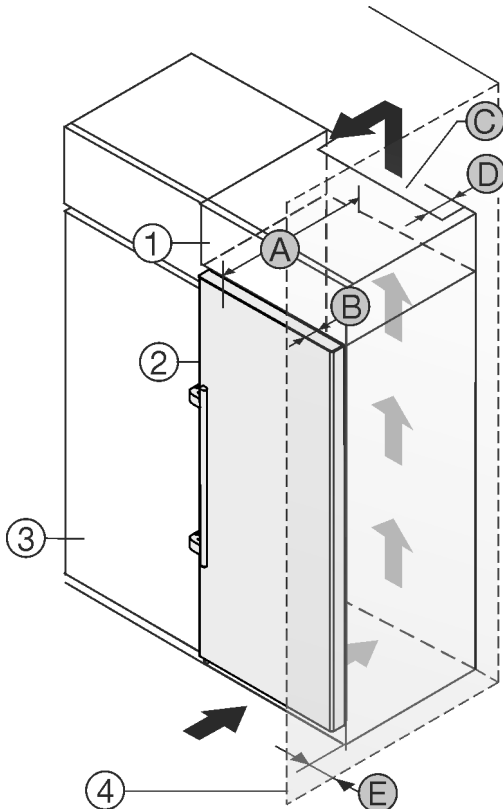

Fig. 2
Puede colocar el electrodoméstico junto al armario de cocina Fig. 2 (3)*.
En la parte posterior del armario superior debe estar disponible un pozo de ventilación con la profundidad Fig. 2 (D) sobre la totalidad del ancho de armario superior.*
Debajo del techo debe respetarse la sección transversal de ventilación Fig. 2 (C)*.
Si el electrodoméstico se instala con las bisagras al lado de una pared Fig. 2 (4), la separación entre el mismo y la pared debe ser de por lo menos 57 mm. Esto corresponde a la parte que sobresale de la manija con la puerta abierta.*
A fin de poder abrir completamente la puerta, el electrodoméstico debe sobresalir alrededor de la profundidad de la puerta Fig. 2 (B) en comparación con la parte frontal del armario de cocina. Dependiendo de la profundidad del armario de cocina Fig. 2 (3) y el empleo de separadores de pared el aparato puede sobresalir aún más.*